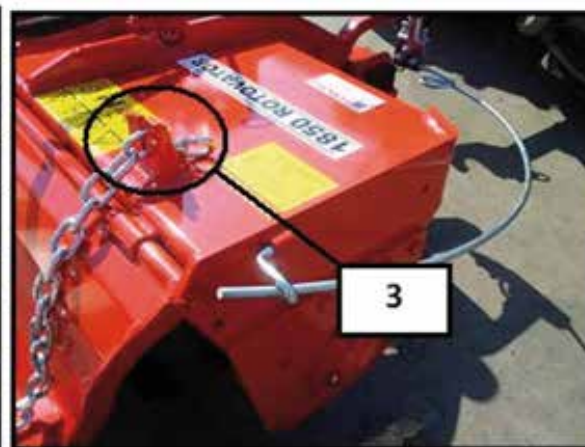

Figura 24
La abertura de (1) la cubierta trasera debe ajustarse antes de comenzar a trabajar. Para aumentar la abertura de la cubierta, haga los ajustes pasando la cantidad necesaria de eslabones de (2) las cadenas a través de (3) el portacadenas como se ve en la Figura 24.